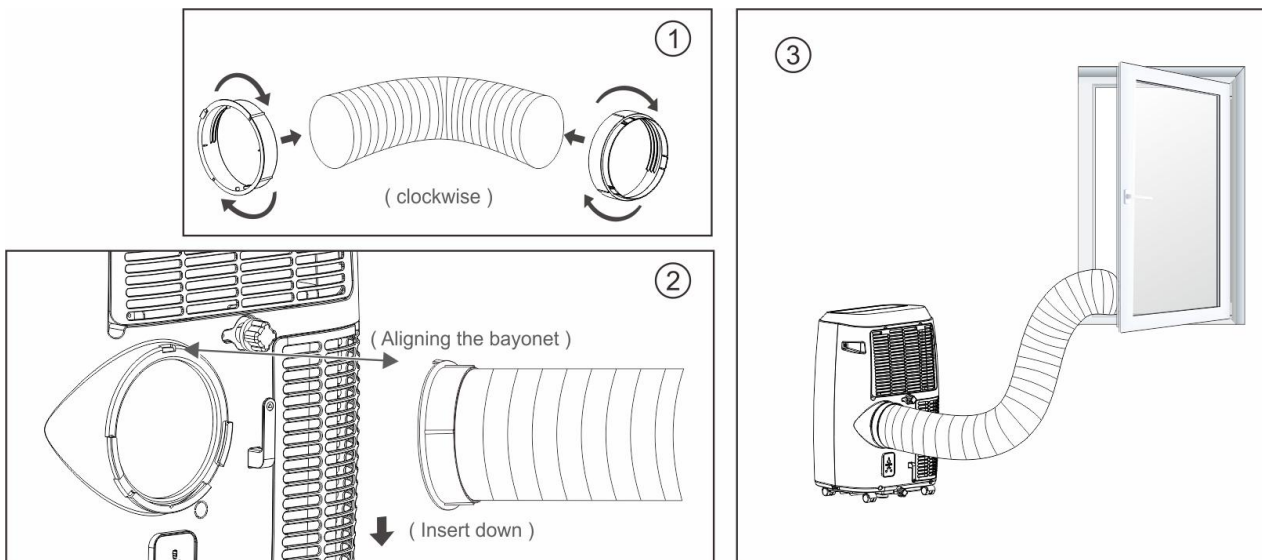

Fig.9
3. Placez l'autre extrémité du tuyau de vidange sur un seuil à proximité (voir Figure 9).